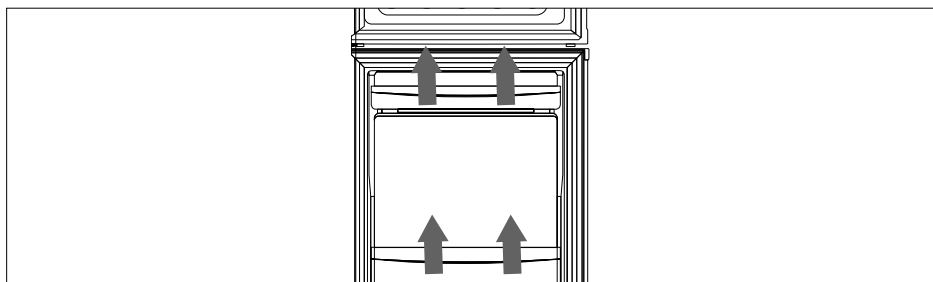

Fig. 19
- ▶ Levante el compartimento de puerta (4/6) para extraerlo (véase la **fig. 19**).